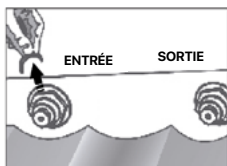

FIGURE 4
3. Coupez le tuyau en plastique en fonction de la distance mesurée. Sur le côté droit de l'appareil, retirez le collier en plastique bleu qui bloque la douille en plastique (Fig. 4).